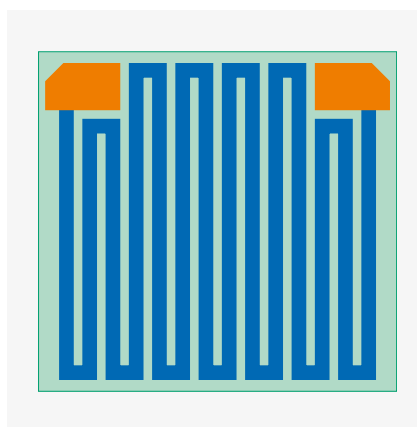

Рис. 9. Чип-резистор на подложке SiO2, компания US Microwaves
**Кремний (SiO2 / Silicon).** С точки зрения производителя кремний привлекателен изученностью и предсказуемостью свойств, а также возможностью применения оборудования и технологических процессов для производства широко распространенных активных компонентов, традиционно использующих кремний. К таким производителям относится, например, фирма US Microwaves, выпускающая серию тонкопленочных дискретных чип-резисторов USMRSTC3600 из нитрида тантала на кремниевой подложке (рис. 9). Заявленный частотный диапазон – от постоянного тока до СВЧ. Рассеиваемая мощность в диапазоне температур до 150 °С – 250 мВт.